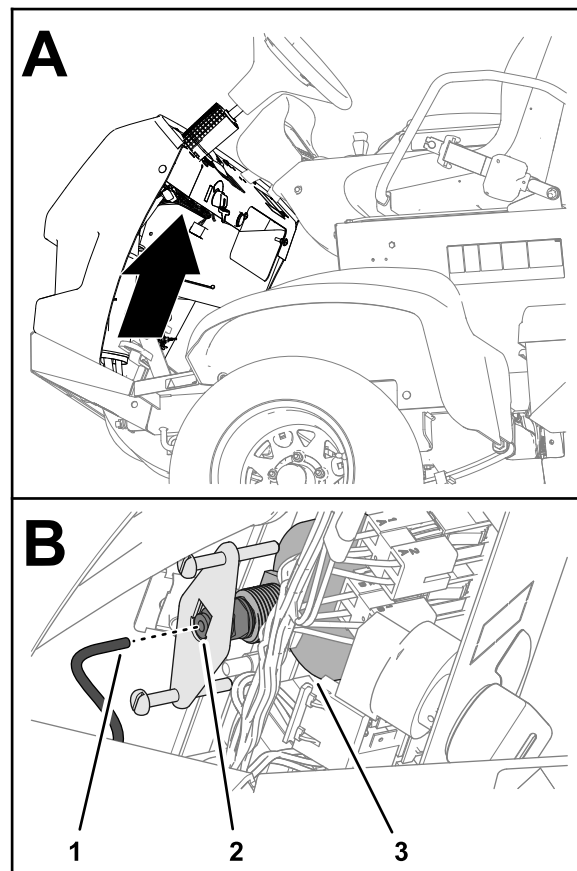

Figura 132
5. Retire el tubo de la parte trasera del manómetro y coloque el extremo del tubo en un recipiente (Figura 132).